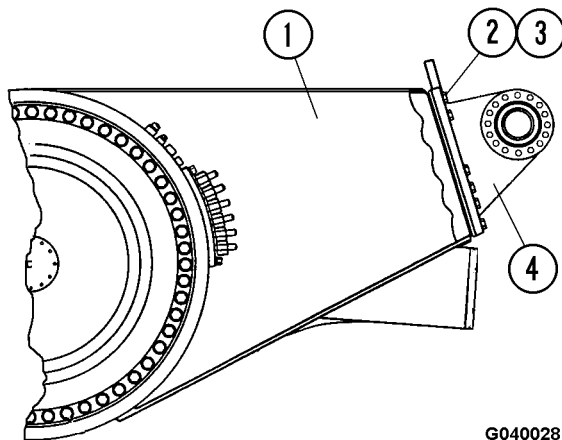

FIGURA 4-2. ACCESORIO DE ANILLO PIVOTE
1. Conecte un dispositivo de elevación al anillo pivote (4, Figura 4-2), el cual pesa 346 kg (762 lbs).
2. Retire todos los pernos (2) y las arandelas planas (3), luego desmonte el anillo pivote de la carcasa del eje (1).
2. Asegúrese de que el área de contacto de la carcasa del eje (1, Figura 4-2) y el anillo pivote (4) esté limpia y sin daños.
3. Conecte un dispositivo de elevación al anillo pivote (4, Figura 4-2), el cual pesa 346 kg (762 lbs).
4. Levante el anillo pivote y colóquelo en posición de instalación, en la parte delantera de la carcasa del eje. Inserte varios tornillos (2) y arandelas planas (3) para alinear las piezas y luego retire el dispositivo de elevación.